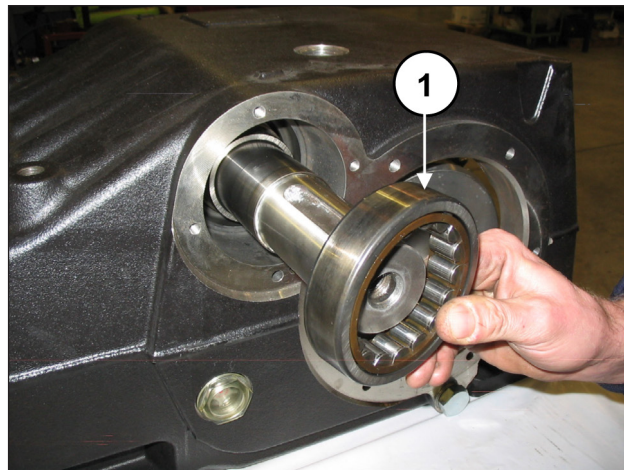

Fig. 58
Dal lato in cui si è inserito l'albero PTO procedere con l'inserimento della bussola di lubrificazione cuscinetti (pos. ①, Fig. 57) e di un anello esterno del cuscinetto (pos. ①, Fig. 58) mediante l'utilizzo di un tampone e massa battente.